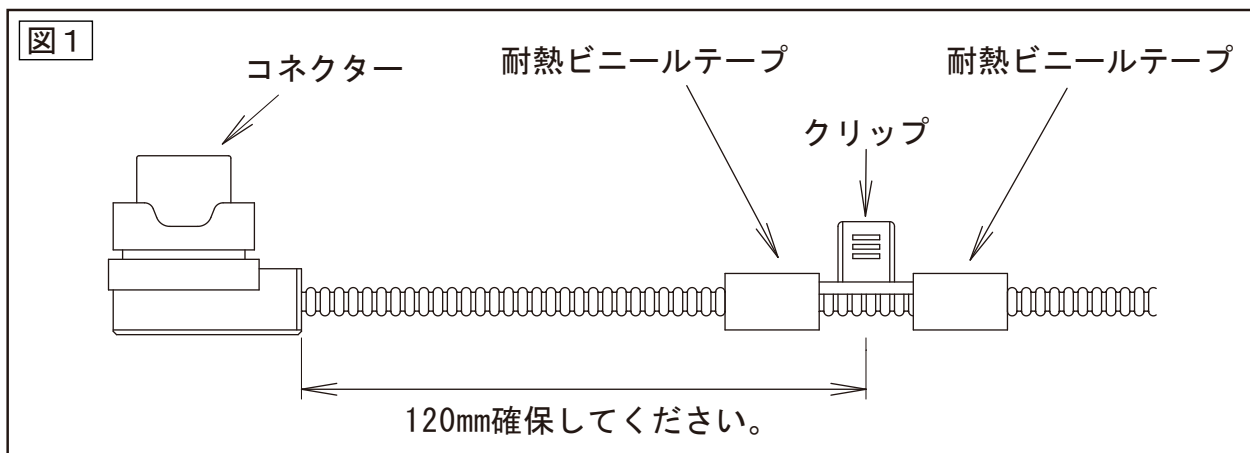

図1. 純正アクチュエータ配線のイメージ
- (1) 純正アクチュエータハーネスを確認し、図1の長さが120mm確保できていることを確認してください。